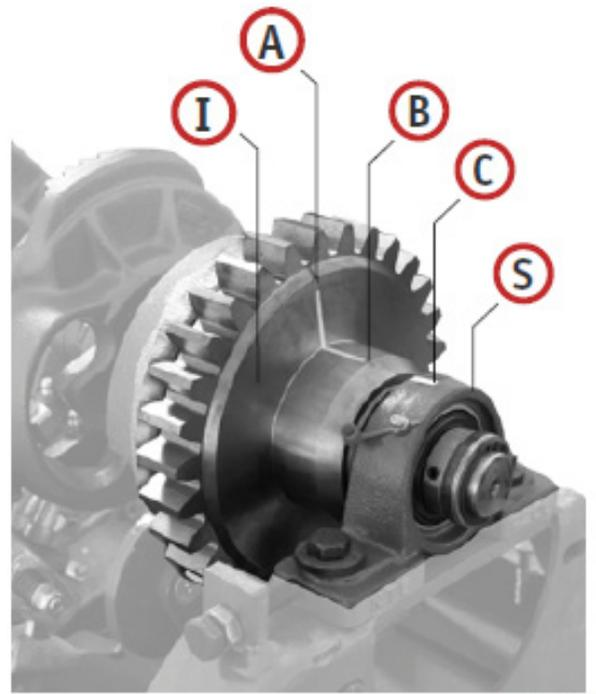

Fig.10
5. Gire el engrane (Fig. 10) en sentido contrario de las manecillas del reloj (Fig. 10) hasta que las señales (A), (B) y (C) concuerden unas con otras y entonces reemplace el perno de seguridad de las agujas.